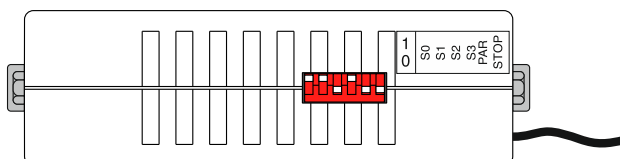

Рисунок 4 — Установка скорости преобразователя и формата посылок
10.1 Установка скорости обмена данными и формата посылки для преобразователей ЭНИ-401 (RS-232 — RS-485) осуществляется посредством переключателей на боковой панели преобразователей (см. рисунок 4).